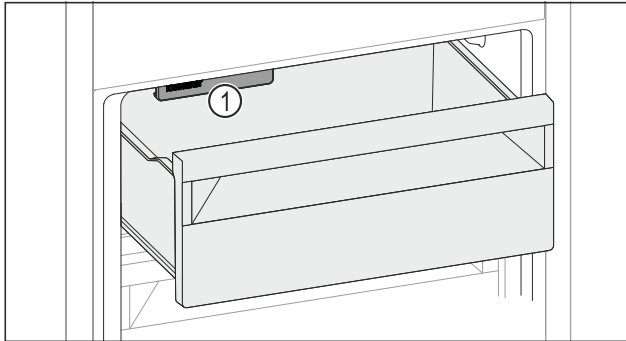

Fig. 136
- ▶ IceMaker Fig. 136 (1) berücksichtigen.